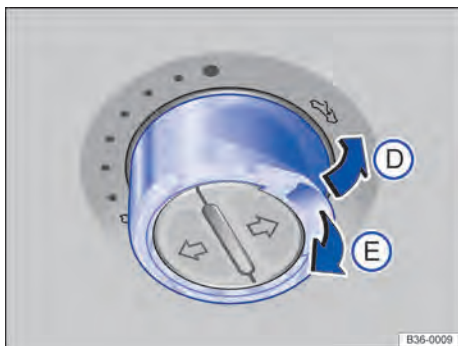

Fig. 42 No revestimento do teto: pressionar o interruptor e puxar para levantar ou fechar.
⇒ Fig. 42
- **Teto solar panorâmico:** dentro de aproximadamente 5 segundos após a liberação do limitador de força, puxar o interruptor o tempo necessário ⇒ Fig. 42 , até que o teto solar panorâmico esteja completamente fechado.